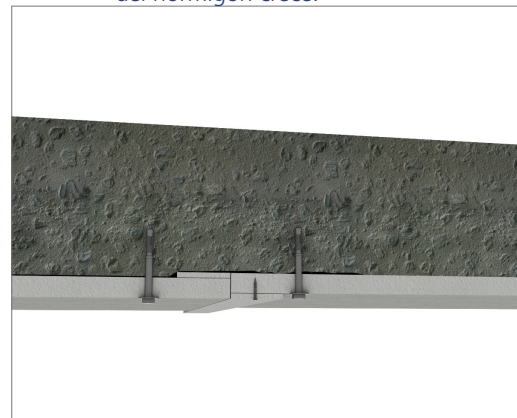

Imagen 8: Si el nivel de irregularidad del hormigón decrece.
- Si el escalón decrece, las cuñas se colocarán como en la Imagen 8.